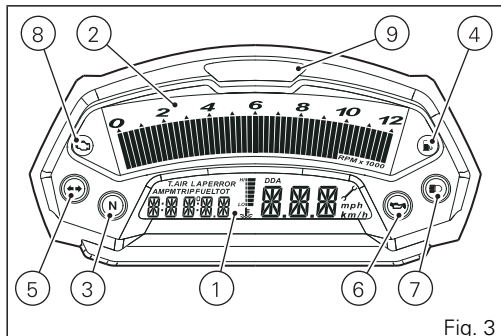

Fig. 3
7) HIGH BEAM LIGHT (BLUE) (Fig. 3).
(AMBER YELLOW) (Fig. 3).
9) OVER REV - LIMITER LIGHT (Fig. 3).